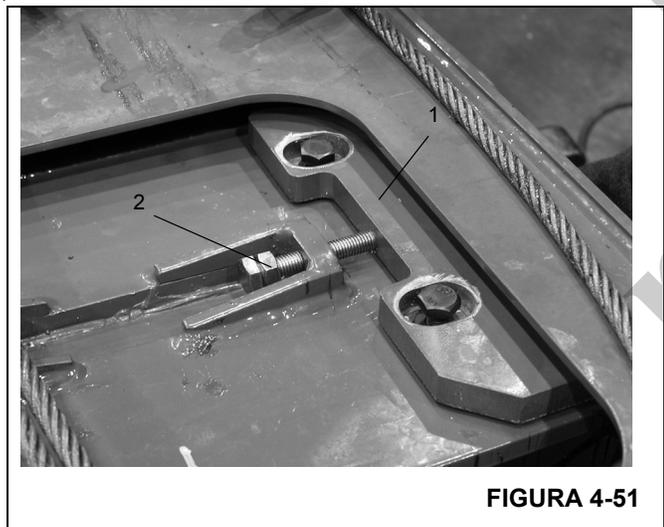

FIGURA 4-51
10. Instale as placas de desgaste e os suportes das placas (Figura 4-51, 1) nos lados esquerdo e direito da seção volante.
11. Meça e ajuste as placas de desgaste até que a seção volante esteja centralizada $\pm 1\text{mm}$ (0.04 pol.) na seção intermediária eterna. Aplique Loctite e aperte a contraporca (Figura 4-51, 2).